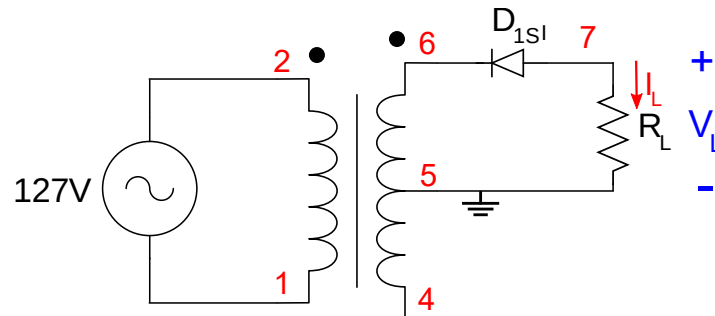

Figura 5: Circuito 2 com o diodo com a posição original invertida, ou seja, com o catodo voltado para o transformador.
- 5.1. Com o circuito desligado, altere a posição do diodo conforme o circuito da Figura 5. Observe que é o terminal de anodo que está voltado para a carga! (E mesmo assim o diodo polariza diretamente e reversamente!!)